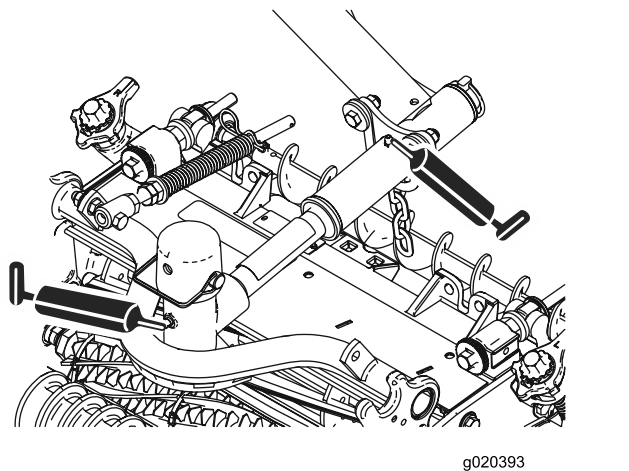

Figure 48
- Pivots d'unité de coupe (2 chacune) ; voir Figure 48.